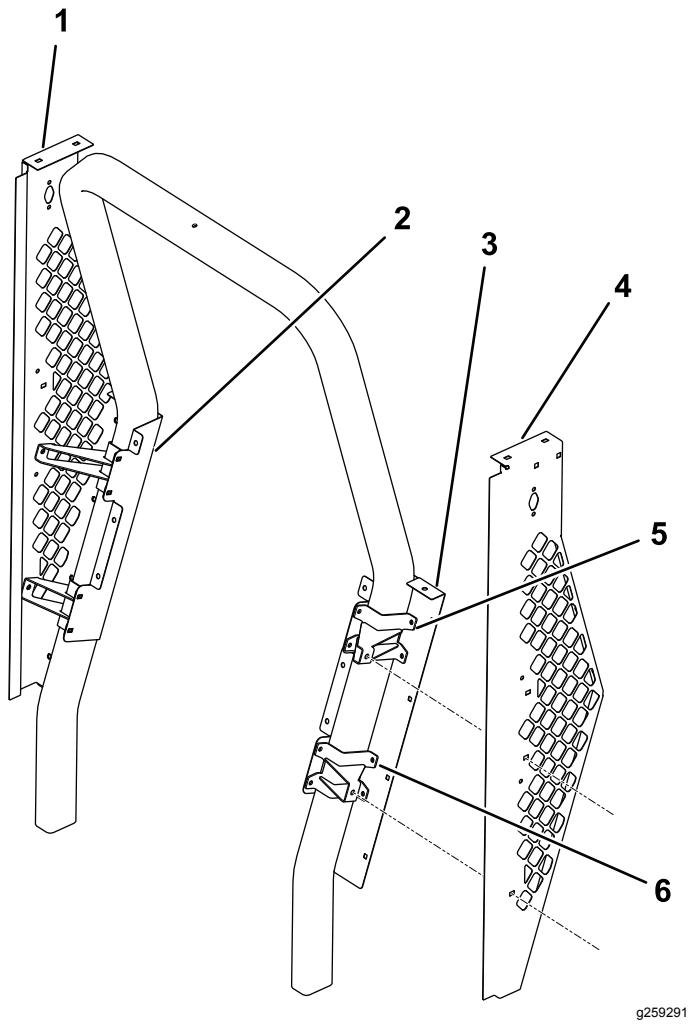

Figura 1
1. Utilize parafusos de cabeça de tremoço (5/16 pol. x 3/4 pol.) e porcas flangeadas (5/16 pol.) para instalar o painel do lado esquerdo e o painel do lado direito (Figura 1).
dois suportes inferiores juntamente com o painel traseiro esquerdo e painel traseiro direito (Figura 1).